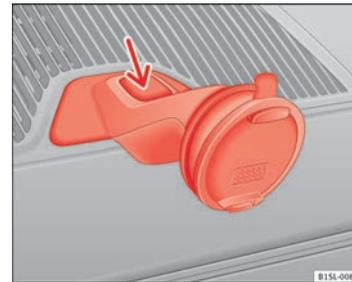

Fig. 121 Desmonte el alojamiento del navegador.
- Pulse la tecla de desbloqueo del alojamiento ⇒ fig. 121 (flecha).